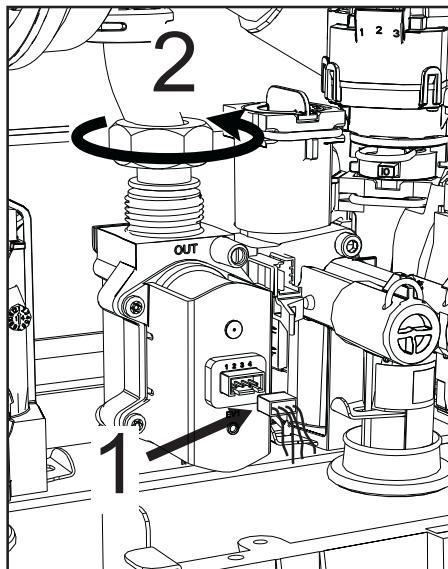

fig. 43
- Deconectați conexiunile electrice „1” (fig. 43).
- Deconectați furtunul de alimentare cu gaz „2” (fig. 43)